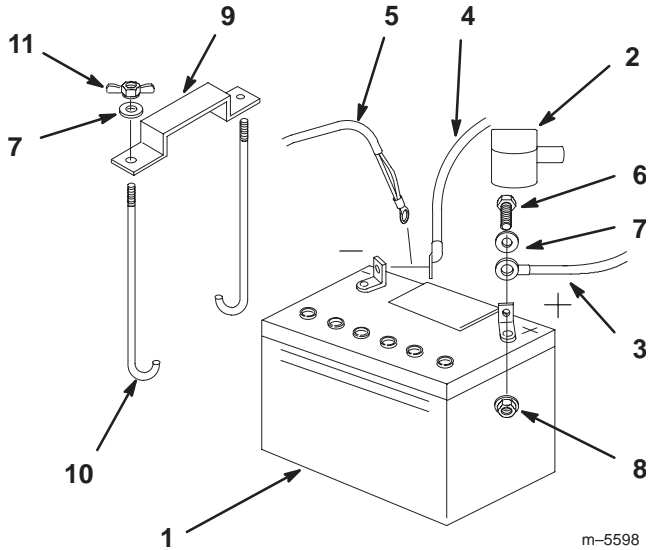

Figure 60
4. Fixez les câbles à l'aide de 2 boulons (1/4 x 3/4"), 2 rondelles (1/4") et 2 contre-écrous (1/4") (Fig. 60).
6. Fixez la batterie en position avec des boulons en J, une barrette de maintien et 2 rondelles (1/4"), ainsi que 2 écrous papillons (1/4") (Fig. 60).
1. Placez la batterie dans son support en tournant les bornes vers le moteur (Fig. 60).
3. Débranchez d'abord le câble négatif et le câble de masse de la borne négative (–) de la batterie (Fig. 60).
4. Ôtez le capuchon rouge de la borne positive (rouge) de la batterie. Retirez ensuite le câble positif (rouge) de la batterie (Fig. 60).
5. Retirez les deux écrous papillons (1/4") qui fixent la barrette de maintien de la batterie (Fig. 60).